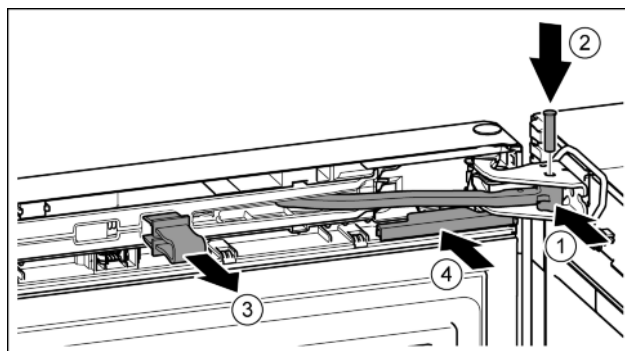

Fig. 21
- Gelenk in Lagerbock drehen. Fig. 21 (1)
- Bolzen in Lagerbock und Gelenk einsetzen. Dabei darauf achten, dass der Rastnocken korrekt in der Nut sitzt. *Fig. 21 (2)*
- Sicherung abnehmen. *Fig. 21 (3)*
- Abdeckung aufschieben. *Fig. 21 (4)*